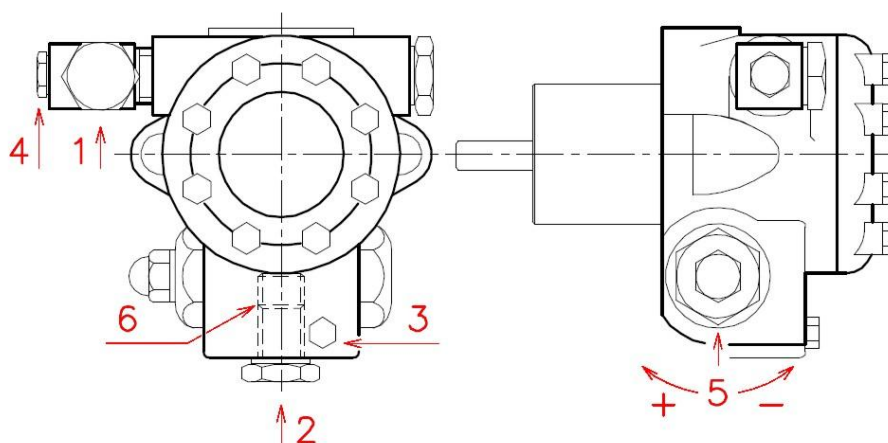
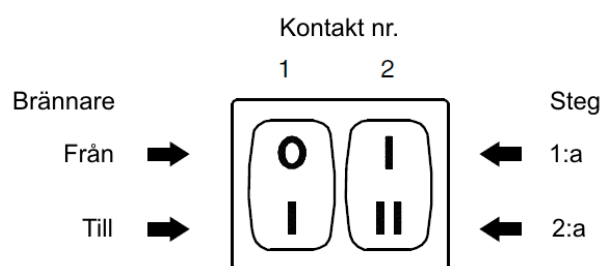
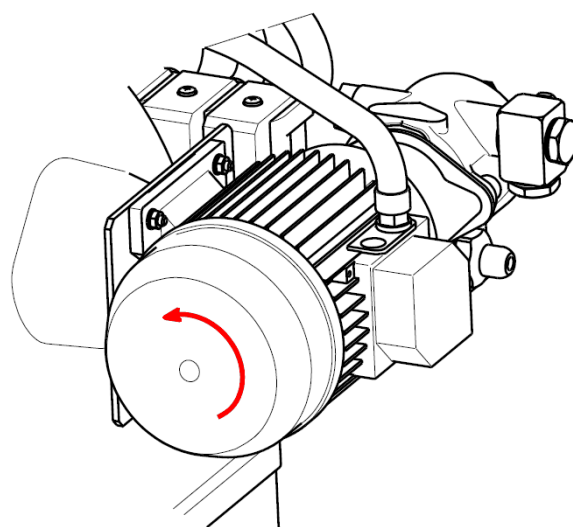

Fig. 13 Pump
Fig. 14 Brännare kontakter
Fig. 15 Rotation av pumpens motor
- För att avlufta pumpen, lossna skruven (pos. 3, Fig. 13) på pumpen för att utlufta den luft som finns i oljeslangen.
- Starta brännaren genom att stänga termostaterna / tryckvakter, och med strömbrytaren (pos. 1, Fig. 14) i "Till"-läge. Rotationen av pumpmotorn skall vara som anges i Fig. 15.
- Pumpen kan anses att vara avluftad när olja börjar komma ut vid skruven (pos. 3, Fig. 13). Stoppa brännaren: kontakt (pos. 1, Fig. 14) till "Från" och skruva åt skruven (pos. 3, Fig. 13).
Viktigt: Ovanstående operation är möjlig eftersom pumpen är redan full av bränsle när den lämnar fabriken. Om pumpen har dränerats, fyll den med bränsle genom öppningen på vakuummätaren (pos. 4, Fig. 13) före start, annars kommer pumpen att blockera. När längden av sugledningen är längre än 20-30 meter, måste denna fyllas med en separat pump.
Ställ kontakten (pos. 1, Fig. 13) på "Till".
För att anpassa pumptrycket, använd skruven (pos. 5, Fig. 13 Pump).